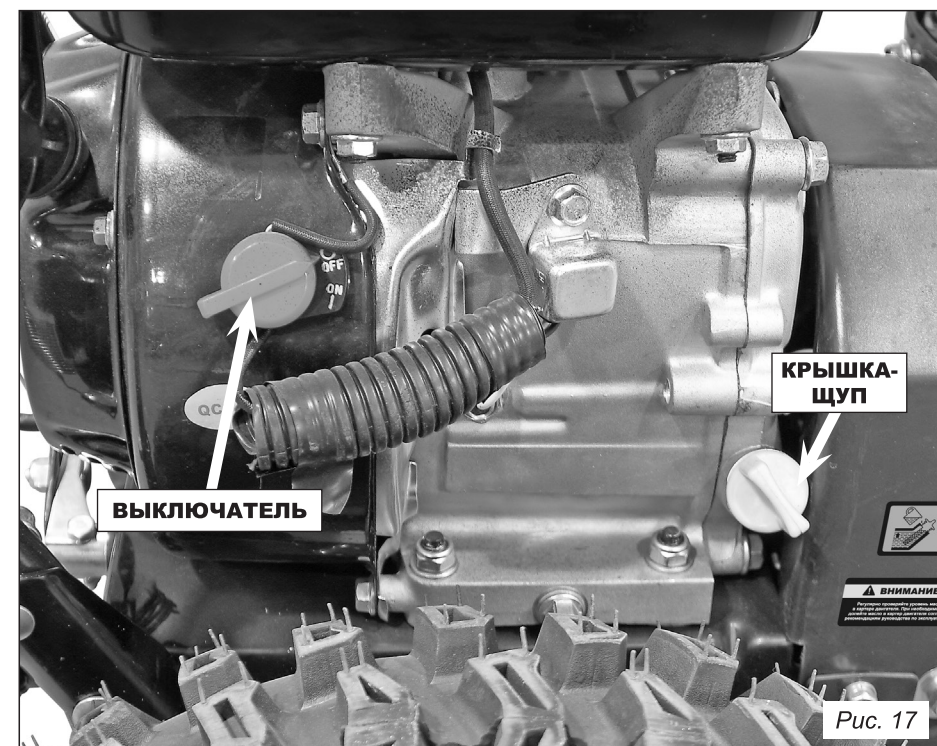

Рис. 17
3. Переведите выключатель в положение «ON» (рис. 17).
- Переведите выключатель в положение «OFF» (рис. 17).